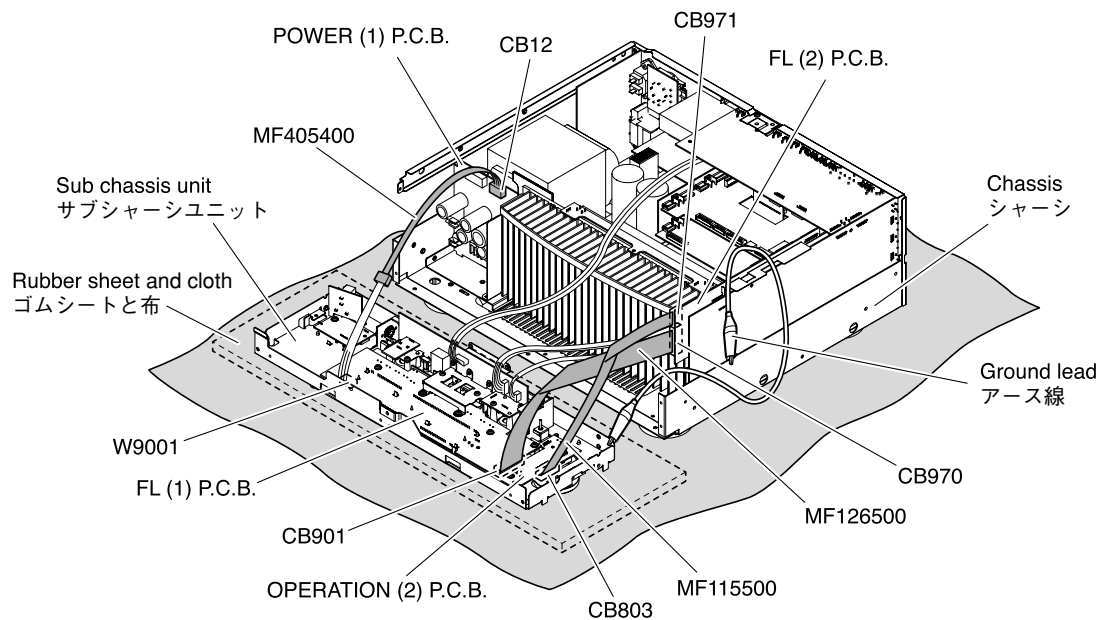

Fig. 3
- Place the sub chassis unit on top of the rubber sheet and cloth. (Fig. 3)
- In main unit, the ground of sub chassis unit is connected to the chassis. When this sub chassis unit are removed from main unit, connect the ground to the main unit, using a ground lead or the like. (Fig. 3)
- サブシャーシユニットをゴムシートと布の上に置いてチェックします。(Fig. 3)
- 本機ではサブシャーシユニットのアースがシャーシに接続されています。サブシャーシユニットを本機より取り外した場合は、アース線等でアースを本機に接続してください。(Fig. 3)